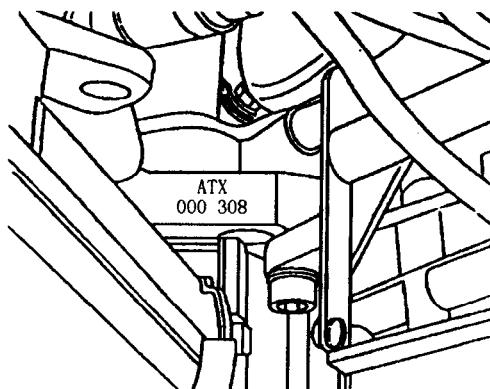

图 2-2 发动机代码和系列号位置 (2.4L、2.8L)
(2) 奥迪 2.4L/2.8L 在右气缸盖前面，缸体右面打印有发动机代码和系列号，见图 2-2。另外印有“发动机型号和编号”的标签贴在正时齿带罩上以及车辆数据牌上。